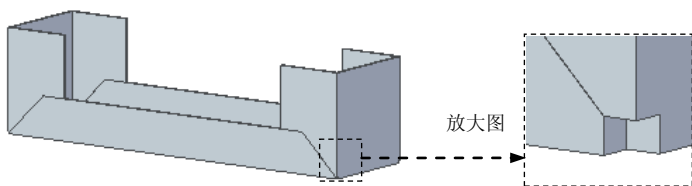

图 8.13.80 撕裂角特征 1
Step10. 创建图 8.13.80 所示的撕裂角特征 1。
(1) 选择命令。在“主页”功能选项卡的“钣金”工具栏中单击 **封闭二折弯** 按钮, 选择 **撕裂角** 命令。